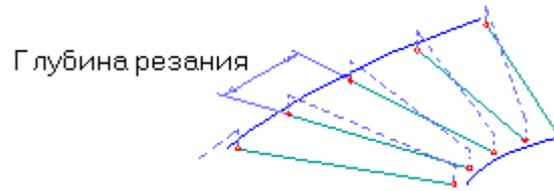

Рис. 25. Тип обработки «Петля контурная»
8. **Петля контурная** (рис. 25) — обработка, определяемая двумя контурами, с сохранением выбранного (встречное или попутное) направления фрезерования. Траектория формируется по кратчайшему рас-